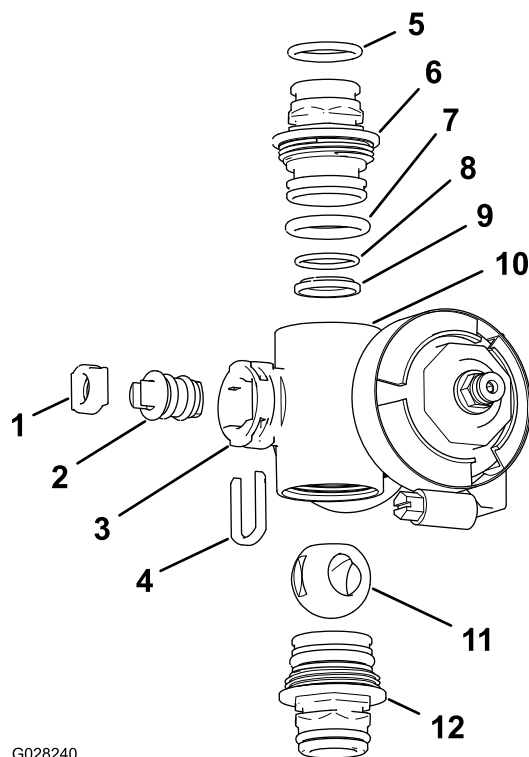

Bild 109
2. Nehmen Sie die zwei Endkappen-Anschlussstücke von jedem Ende des Verteilergehäuses ab (Bild 108 und Bild 109).
4. Nehmen Sie den Schafthalter aus den Schlitzen im Schaftanschluss im Verteiler heraus (Bild 108 und Bild 109).
5. Nehmen Sie den Schafthalter und den Ventilschaftsocket aus dem Verteiler heraus (Bild 108 und Bild 109).
6. Fassen Sie in das Verteilergehäuse und nehmen Sie den Ventilschaft heraus (Bild 108 und Bild 109).
1. Prüfen Sie den Zustand der O-Ringe des Auslaufanschlusstücks (nur Abschnittventilverteiler), der Endkappen-O-Ringe, der hinteren O-Ringe und den Kugelsocket auf Beschädigungen oder Abnutzung (Bild 108 und Bild 109).
2. Fetten Sie den Ventilschaft ein und setzen ihn in den Ventilschaftsocket (Bild 108 und Bild 109) ein.
3. Setzen Sie den Ventilschaft und den Sockel in den Verteiler und befestigen Sie den Schaft und den Sockel mit dem Schafthalter (Bild 108 und Bild 109).
4. Stellen Sie sicher, dass die hinteren O-Ringe und der Kugelsocket ausgefluchtet sind und im Endkappen-Anschlusstück sitzen (Bild 108 und Bild 109).
5. Bringen Sie das Endkappen-Anschlusstück am Verteilergehäuse an, bis der Flansch des Endkappen-Anschlusstücks das Verteilergehäuse berührt, drehen Sie dann das Endkappen-Anschlusstück um eine weitere Achtel- bis Viertelumdrehung (Bild 108 und Bild 109).